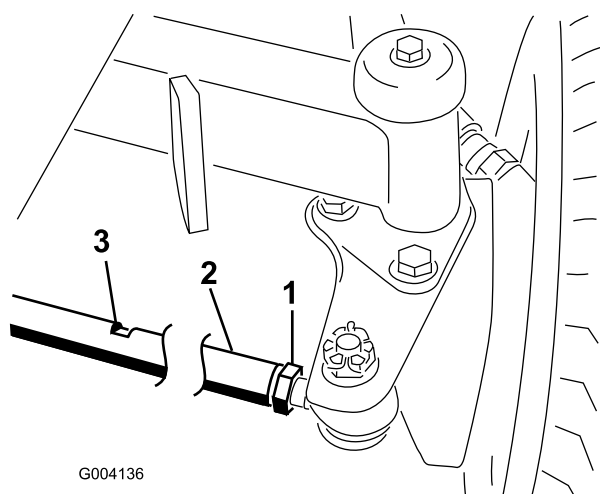

Рисунок 62
2. Ослабьте контргайку с каждой стороны тяги (Рисунок 62).